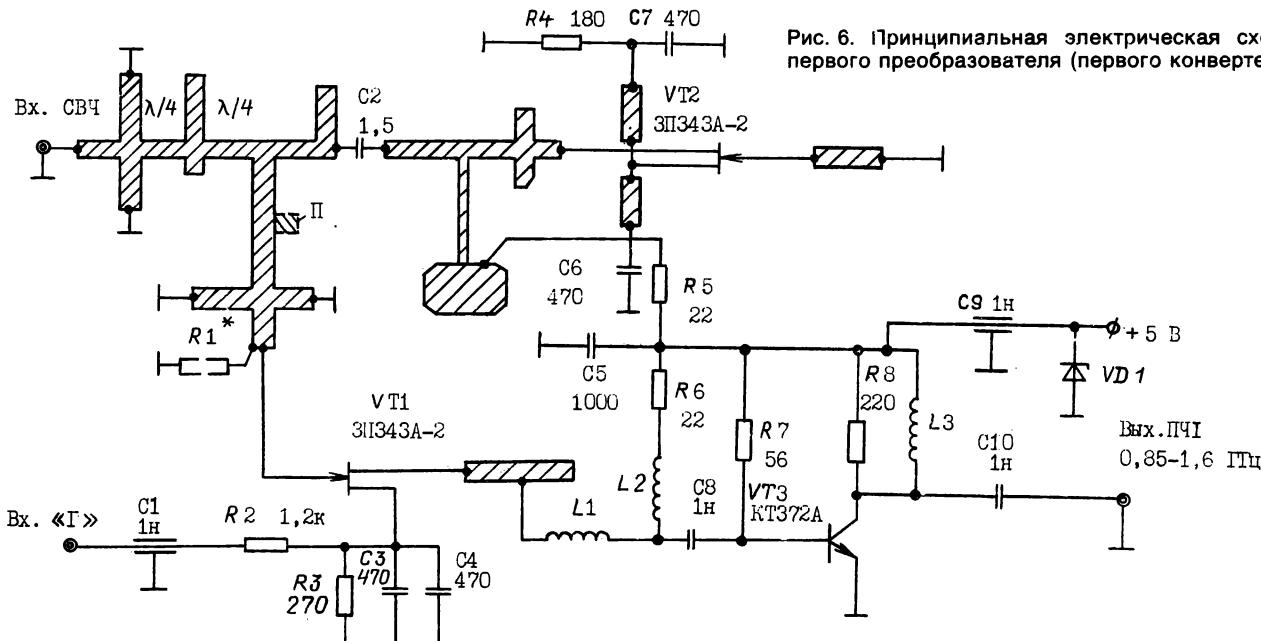
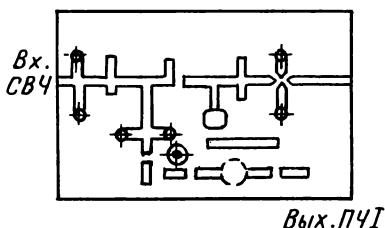
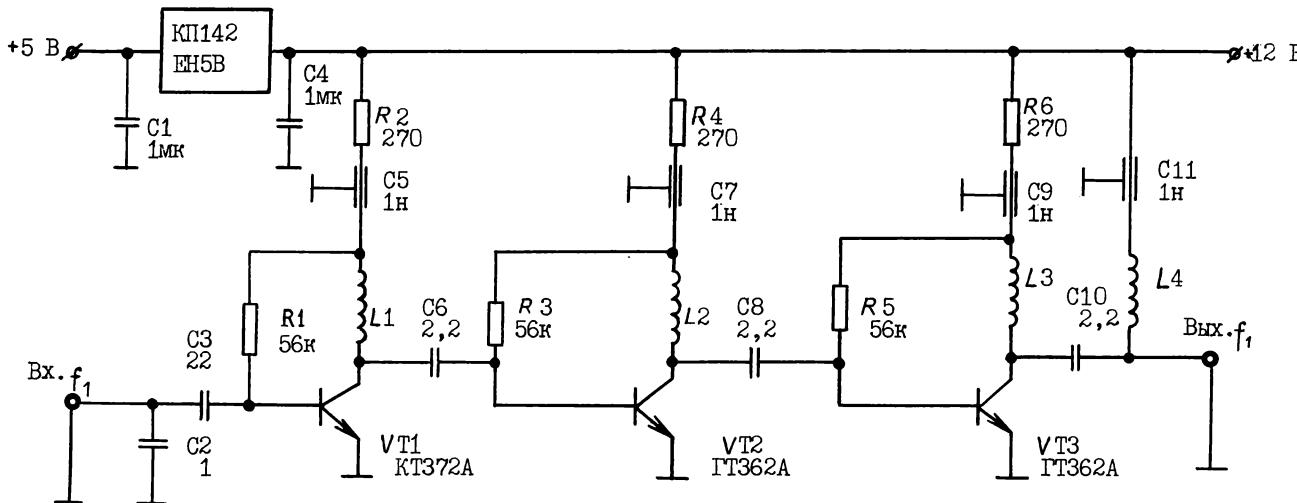

Рис. 6. Принципиальная электрическая схема первого преобразователя (первого конвертера)
Рис. 7. Топология печатной микрополосковой линии первого преобразователя
Рис. 10. Принципиальная электрическая схема усилителя первой промежуточной частоты:
На рис. 6 приведена принципиальная электрическая схема первого преобразователя, на рис. 7 — топология печатной микрополосковой линии в масштабе 4:5 (материал платы — ФАФ-4, бериллиевая керамика, ситалл, сапфир или поликор, можно также использовать полистирол, полиэтилен, органическое стекло либо листовой фторопласт толщиной около 0,5 мм). При этом следует помнить, что такие материалы, как ситалл, сапфир или поликор, в домашних условиях обрабатывать очень сложно, поэтому в данном случае можно рекомендовать использование фольгированных материалов типа полимицдиной ленты ДЛПМ2, ПФ-1 (2), листового полизтилена и им аналогичных.
На транзисторе VT1 (см. рис. 6) выполнен смеситель преобразователя, а на транзисторе VT2 — генератор. Вход «Г» предназначен для настройки ПЧИ с внешним генератором (без антенны). В качестве транзисторов VT1, VT2 целесообразно применять полевые арсенид-галлиевые транзисторы ЗП343А-2 или ЗП324А-2 ($F_{sh} \leq 1,5$ дБ на частоте 12 ГГц, $U_{cmax} = 3,5$ В).
В дальнейшем сигнал первой промежуточной частоты с выхода ПЧИ следует усилить. На рис. 10 показана принципиальная электрическая схема такого усилителя УПЧИ. Первый каскад УПЧИ выполнен на биполярном транзисторе VT3 (см. рис. 6). Рекомендуемые транзисторы для схемы УПЧИ: КТ372А (Б, В), 1Т362А или ГТ341 Б и аналогичные (все — с нормированным фактором шума). Следует помнить также, что для получения хорошего сигнала в волноводном тракте должен быть обеспечен режим бегущей волны, поэтому положение токосъемных элементов должно быть регулируемым или точно рассчитано.